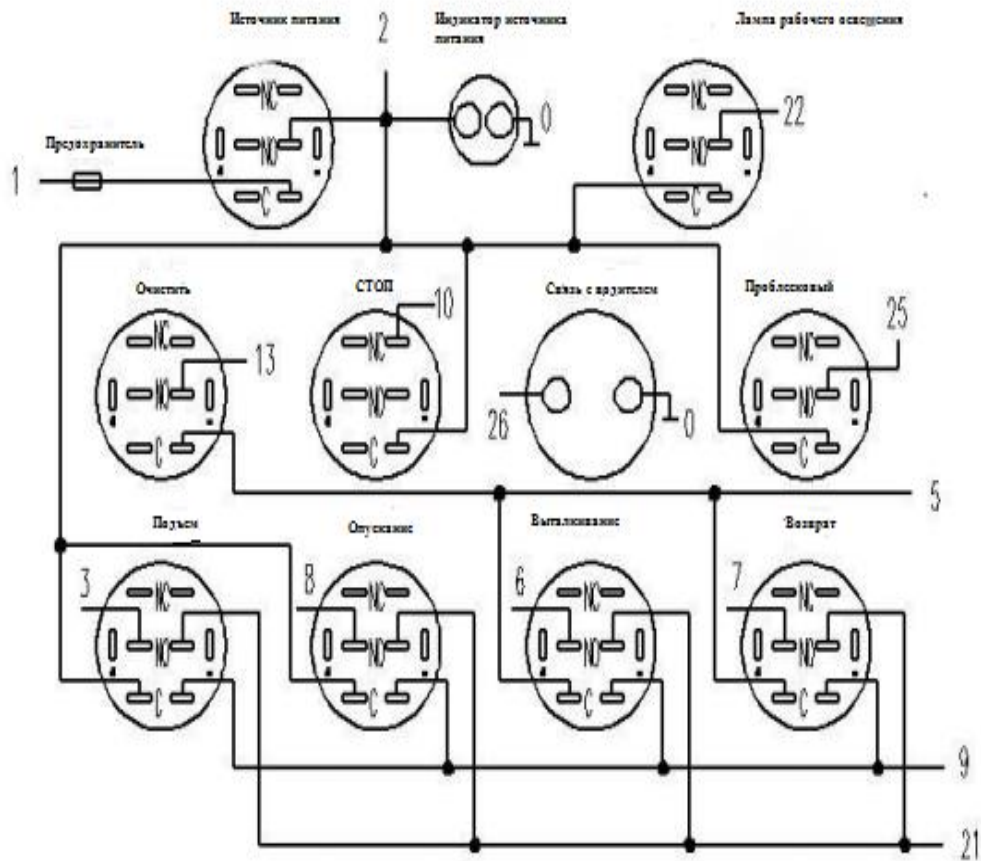

Рис.2 Схема подключения передней распределительной коробки
1. Схема подключения передней распределительной коробки (Рис.2)